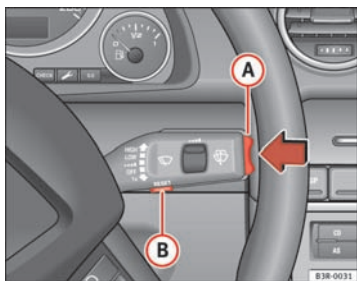

Fig. 60 Levier d'essuie-glace : Éléments de commande de l'ordinateur de bord
Appuyez sur la touche Reset (B) ⇒ page 91, fig. 60 pour sélectionner successivement les fonctions des ordinateurs de bord 1 et 2.
Appuyez brièvement sur le sélecteur de fonction ou sur la touche  **Reset** => page 91, fig. 60 pour arrêter l'alarme de durée du trajet.
- Appuyez sur le côté supérieur ou inférieur du sélecteur de fonctions **A** ⇒ fig. 60. Les fonctions de l'ordinateur de bord dans les différents niveaux de mémoire s'affichent successivement.